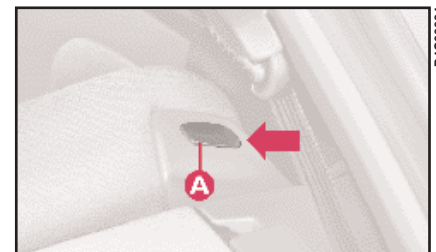

fig. 77
3) Sganciare lo schienale, premendo il pulsante **A** (fig. 77) (uno per lato) posto sullo schienale posteriore anche in presenza di schienale sdoppiato; si rende visibile una striscia di colore rosso sul lato corto (verso l'interno della vettura) del pulsante ad indicare l'avvenuto sgancio.